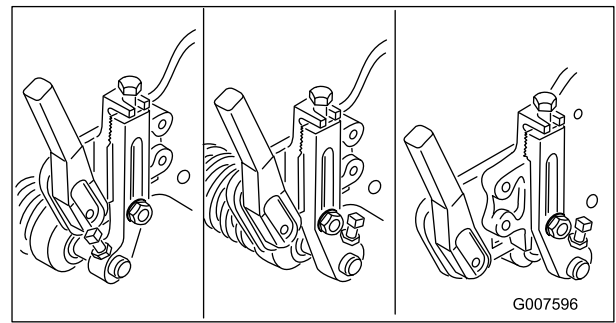

図 54
**注** 芝刈り作業の種類や好みにより、前ローラの取り付け方は、以下の3種類から選択します（図 54）。